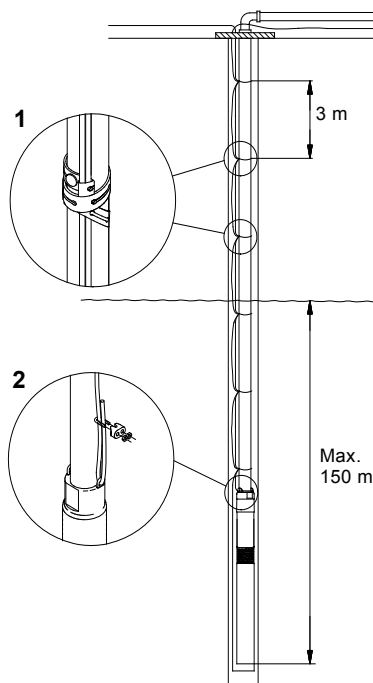

Fig. 11
Fig. 11 visar en pumpinstallation med upplysning om:
Kabelklammer skall användas var 3:e meter, se fig. 11.
150 m, se fig. 11.
Det rekommenderas att säkra pumpen med en avlastad vajer, se fig. 11, pos. 2.